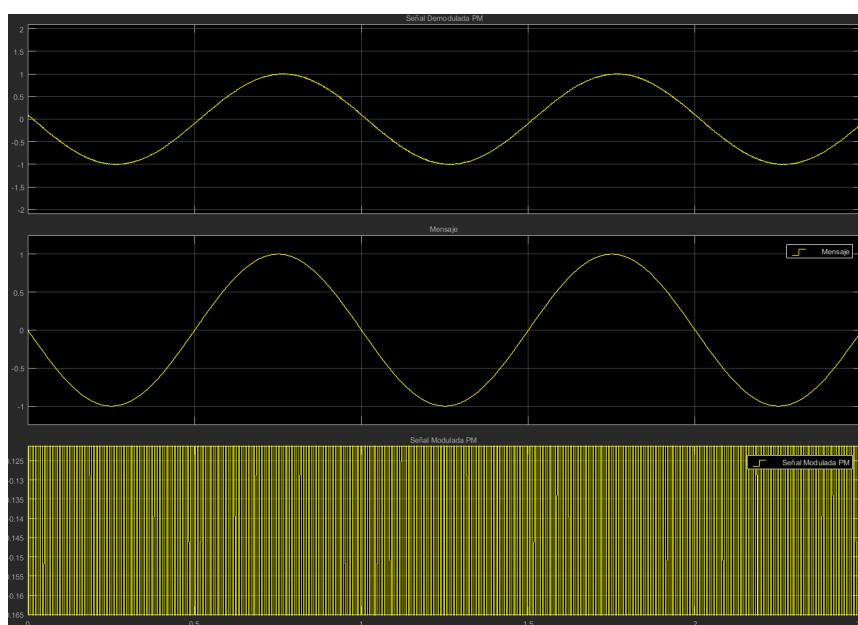

Figura 7: Señales del mensaje, modulación y demodulación para un esquema de modulación y demodulación PM.
4. Con base en los puntos anteriores, lleve acabo una configuración de desviaciones de fase de $\frac{\pi}{4}$ y $\frac{\pi}{2}$, cambiando el orden del filtro con parámetros de 4, 10 y 30. En la figura 7 se muestran las señales temporales para modulación PM (*e.g* con una desviación de fase de $\frac{\pi}{2}$). **NOTA: Documente las señales temporales según las configuraciones realizadas de desviación de fase y orden del filtro.**